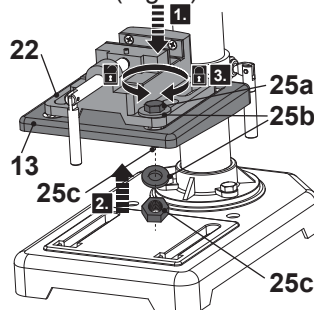

Fig. 7
1. Coloque el tornillo de banco a la mesa de perforación (13) y asegure la conexión con los pernos (25a), las arandelas (25b) y las tuercas (25c), utilizando las llaves adecuadas (Fig. 7).